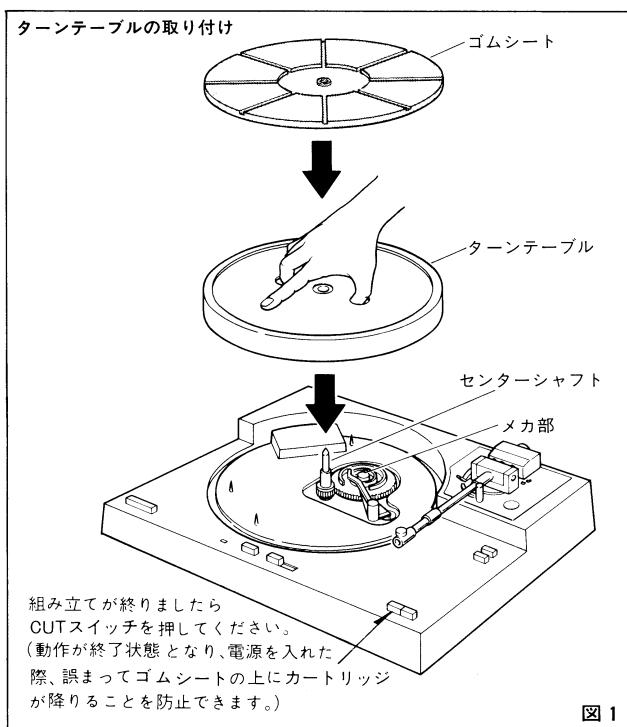

図1
1. 図1のようにターンテーブルの2つの穴に指を入れて、センターシャフトに静かに差し込んでください。(ターンテーブルを回転させたとき、ターンテーブル周辺が上下に振れることのないようしっかり差し込んでください。)